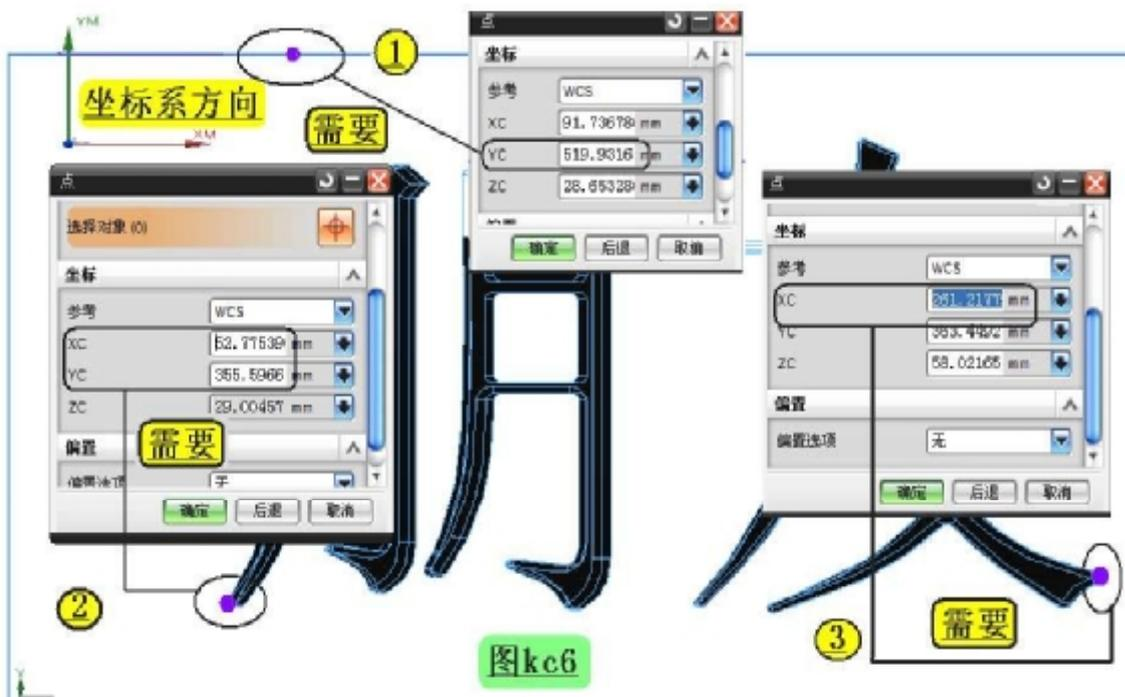

图kc4
③二次开粗：复制拷贝 CAVITY\_MILL 这个操作名为 CAVITY\_MILL\_COPY，双击该操作进入对话框修改如下参数：切削模式  跟随部件、平面直径百分比 、距离 、部件侧面余量 、部件底面余量 、检查余量 、开放刀路  变换切削方向 → 修改完成后点击  回到主对话框并生成刀轨如（下图 kc4）所示。这一步的主要目的在于：清除上个操作留下较大的台阶余量以及要把字体上的毛坯余量切削均匀。